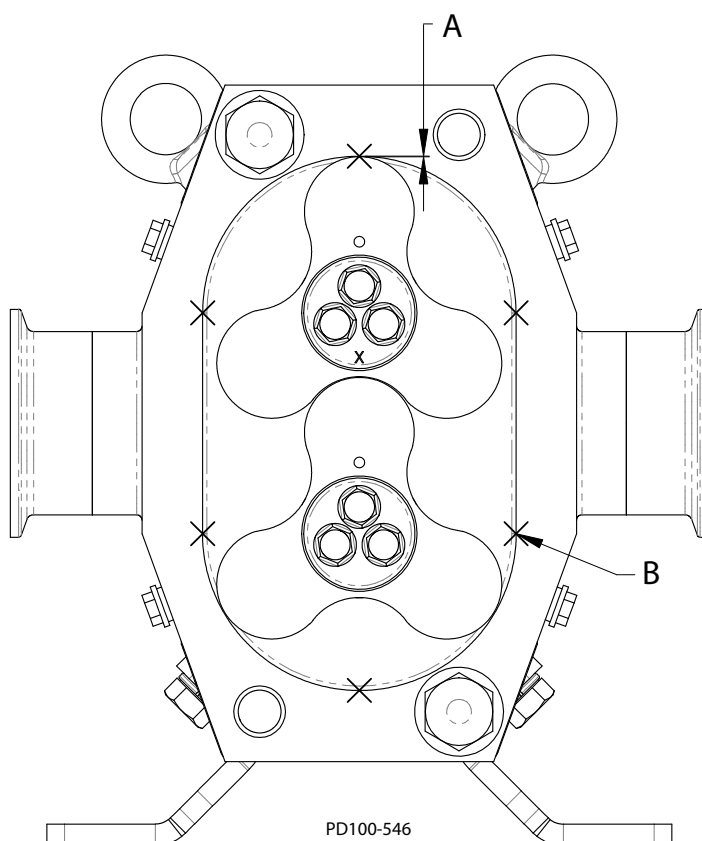

Figura 64: Verificarea jocului radial
1. Cu rotoarele sincronizate, măsurați jocul radial al fiecărui lob (Figura 64, reper A) și verificați dacă valoarea acestuia se încadrează în intervalul prezentat în Tabelul 12.
2. Verificați jocul în toate cele șase puncte ale corpului, conform indicației. Consultați Figura 64, reper B